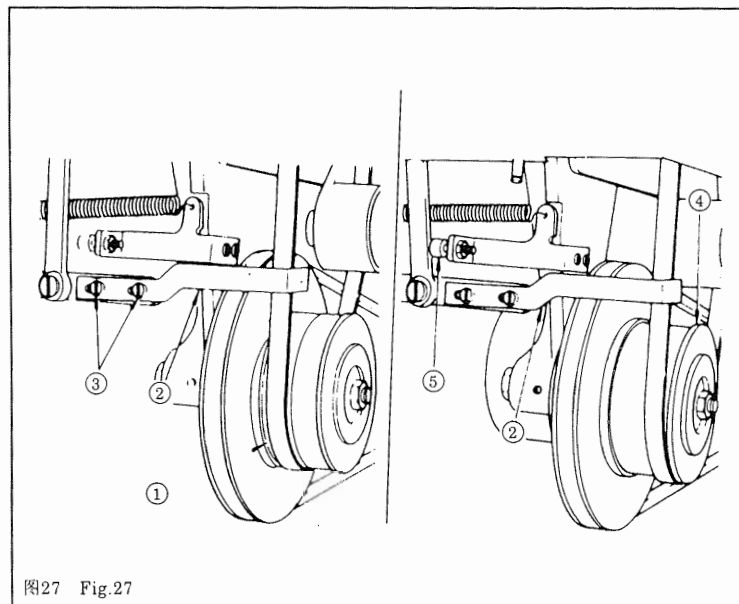

图27 Fig.27
24. 变速机构的调节 图27
24. ADJUSTING THE SPEED TRANSMITTER Fig.27